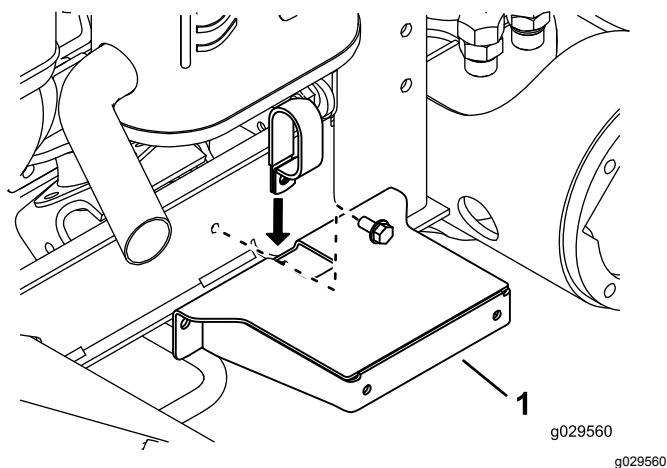

Figura 33
5. Insira a parte de baixo da braçadeira de tubos na ranhura na parte de cima do guarda-lamas (Figura 33).
11. Monte, sem apertar, a braçadeira de tubos e guarda-lamas no canal da estrutura com a braçadeira de tubos, parafuso e porca (consulte Figura 33).